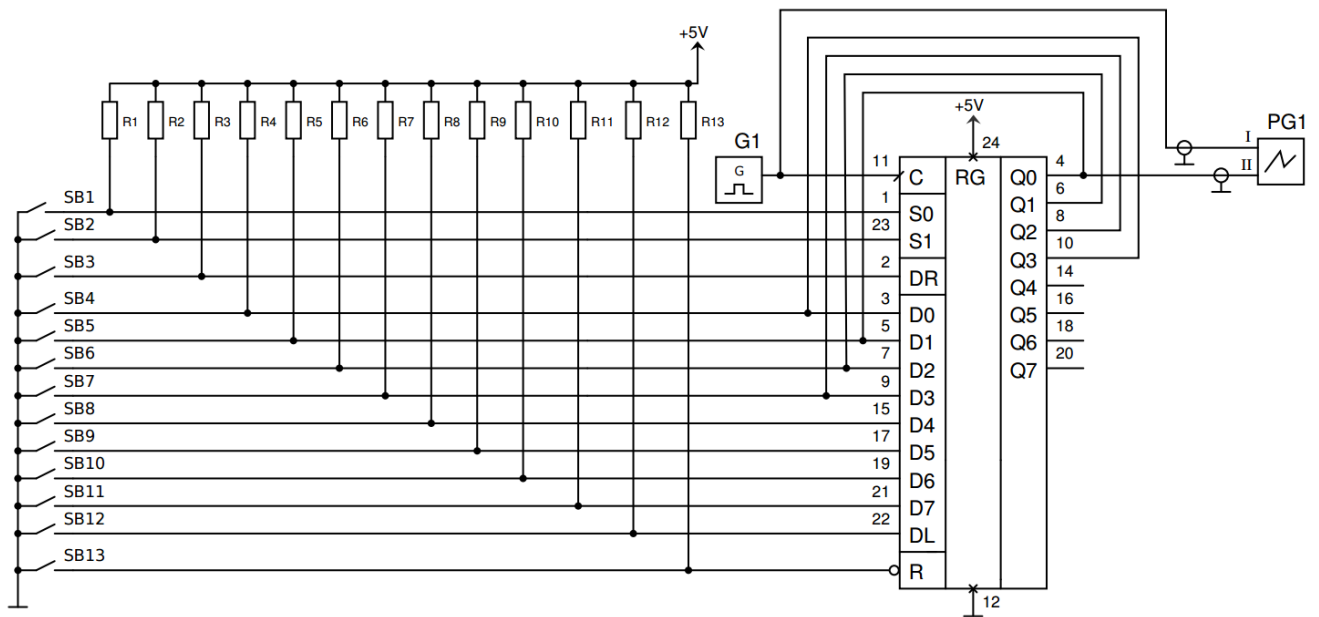

Рисунок 1 – Схема кольцевого распределителя сигналов
**Задание к работе:** Собрать схему кольцевого распределителя сигналов (рисунок 1).